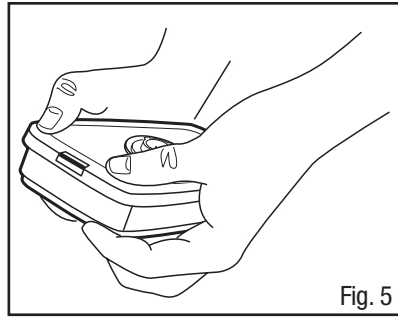

Fig. 5
1. Alinhe o adaptador sobre o cartucho. Encaixe o adaptador sobre a frente do cartucho, colocando os polegares de ambas as mãos sobre o topo do adaptador e os dedos ao longo das laterais inferiores do cartucho (Fig. 5).